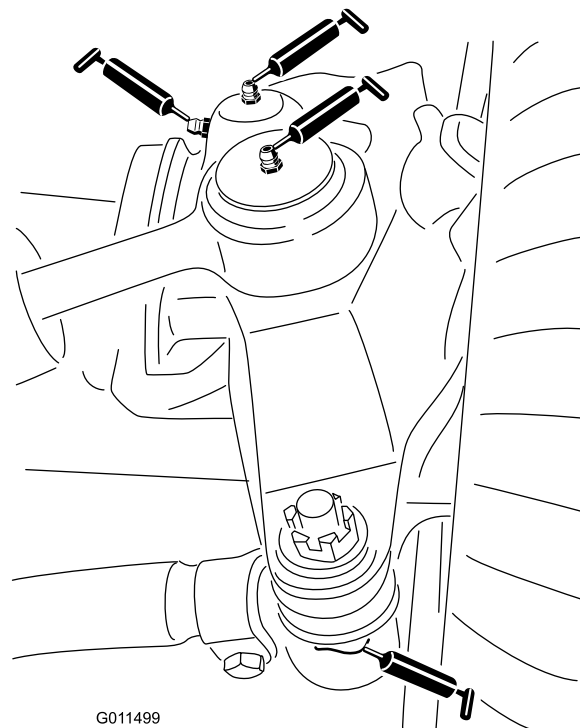

Figura 62
- Rótulas do cilindro de direção (2) (Figura 62)
- Rótulas esféricas da barra de ligação (2) (Figura 62)
- Buchas do pino principal (2) (Figura 62).